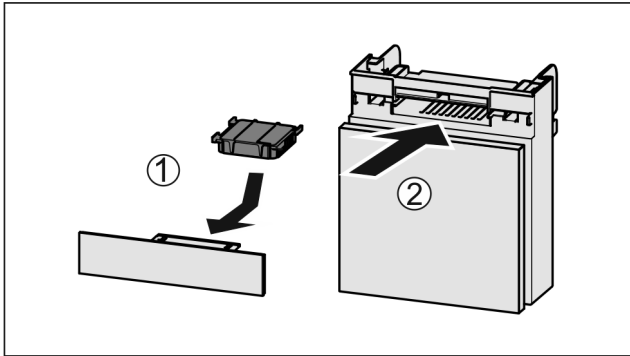

Fig. 140
- Aktif karbon filtresini şekildeki gibi yerleştirin Fig. 140 (1).
- Rafı içeri itin Fig. 140 (2).